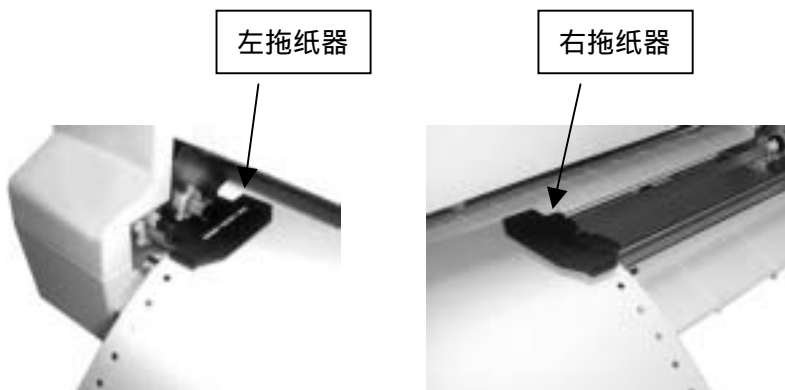

图 3-7 将连续纸安装在拖纸器上
4. 打开右边拖纸器控制锁，使其可以自由移动；将右拖纸器拖动到适当位置。如图 3-7/3-8。